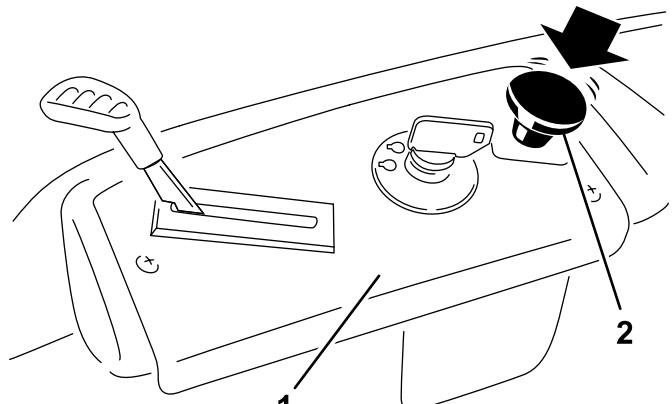

Bild 16
Drücken Sie den Zapfwellenantriebsschalter nach unten, um ihn in die Aus-Stellung zu bringen und kuppeln Sie die Messer aus (Bild 16).
1. Stellen Sie den Zapfwellenantriebsschalter in die Aus-Stellung, um die Messer auszukuppeln (Bild 16).